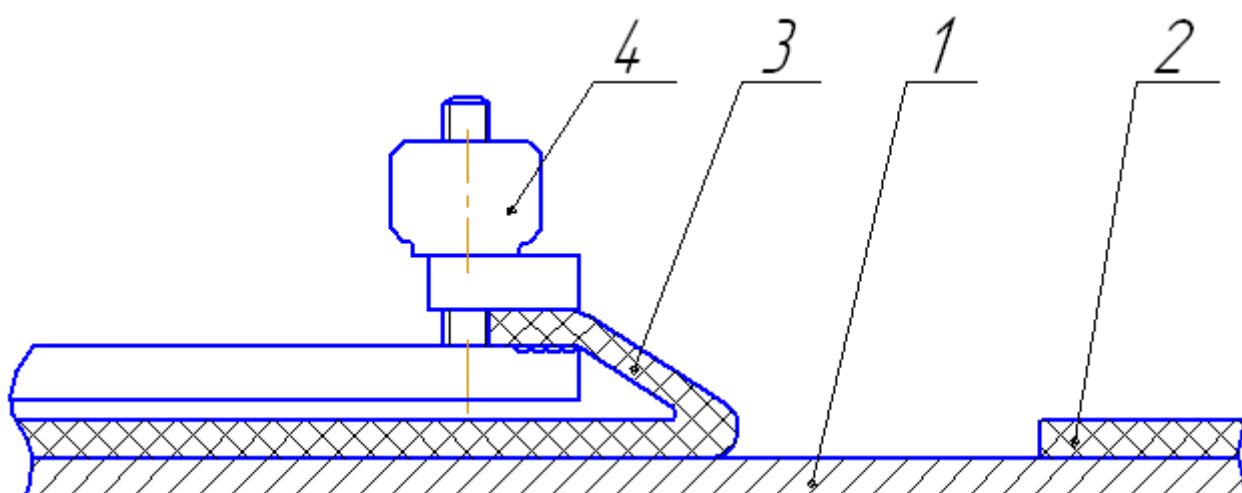

Рис. 5
6). Стальным ножом надрезают конец 3 вырезанной полосы покрытия 2 (рис.5), приподнимают его на величину 15 – 20 мм над трубой 1 и закрепляют полосу в зажиме 4 кулисы.